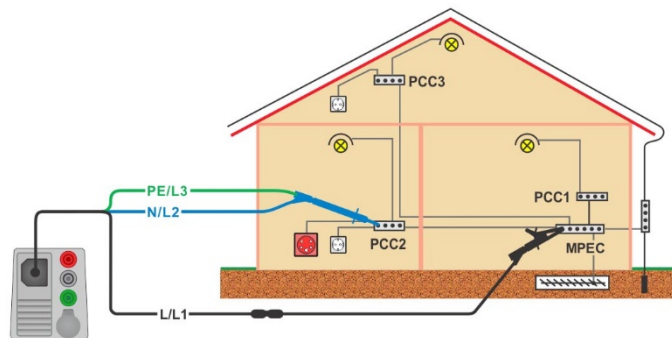

Abbildung 4.8 Anschluss der 3-Leiter-Prütleitung und der optionalen 40 m Messleitung BENNING TA 5 (044039)
- › Schließen Sie die Prüfleitungen an, siehe **Abbildung 4.8**.